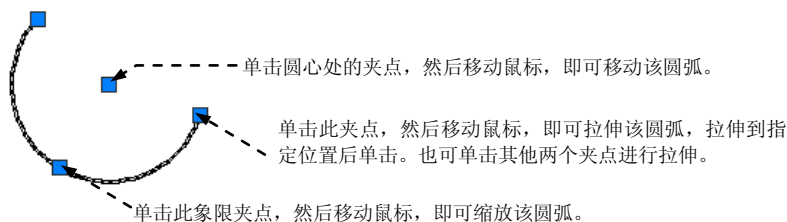

图 6.6.5 通过夹点直接编辑圆弧对象
- 圆弧对象：使用圆弧对象上的夹点，可以实现对圆弧的拉伸，如图 6.6.5 所示。